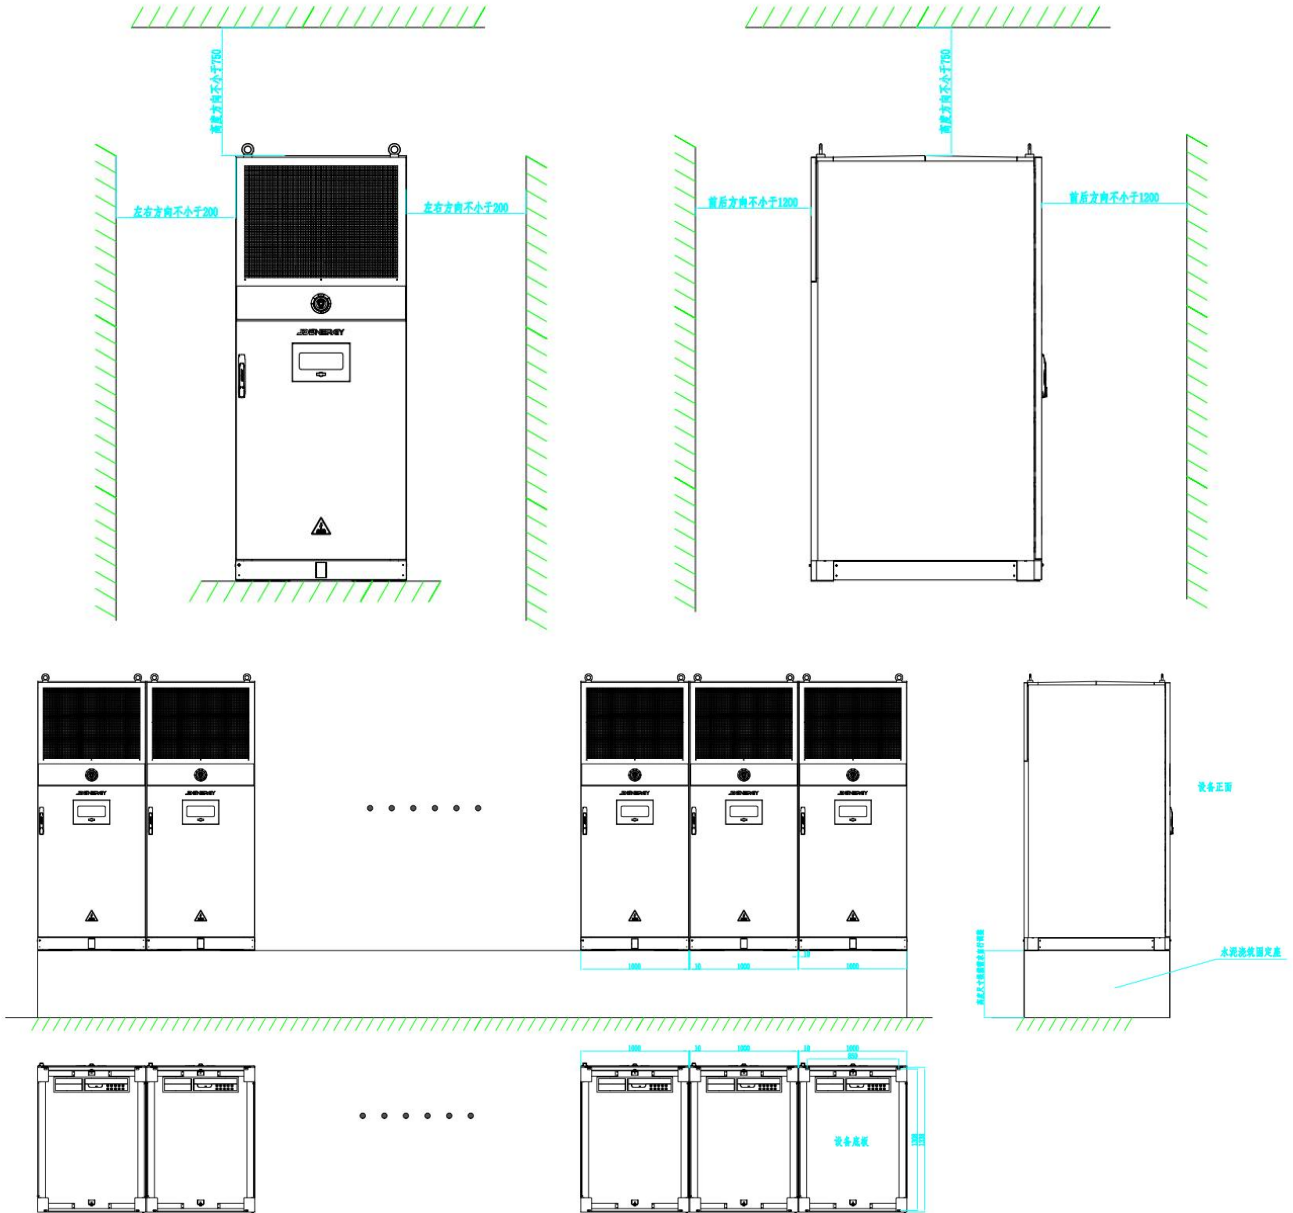

图4-3 智慧能量块安装空间尺寸
(3) 安装智慧能量块时，需要在智慧能量块周围预留一定的空间距离，以确保散热通畅，安装空间需求请参考图4-3。